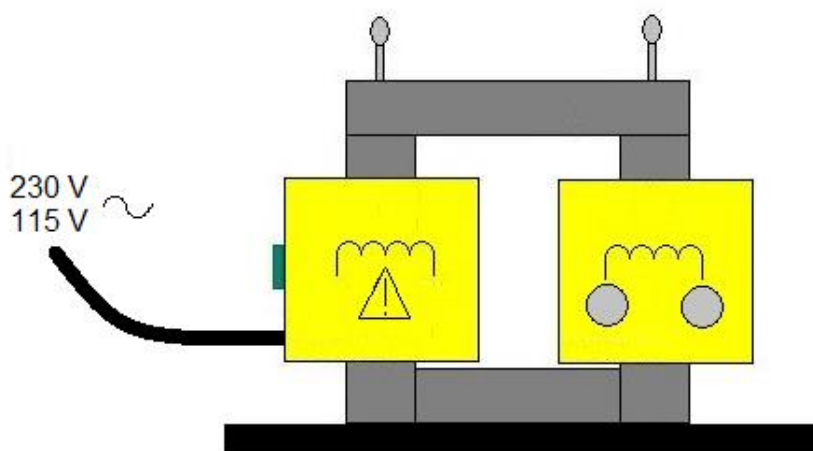

Fig.1 Montagem experimental
- Montar o transformador como indicado na fig. 1 e apoiar numa superfície resistente ao calor.